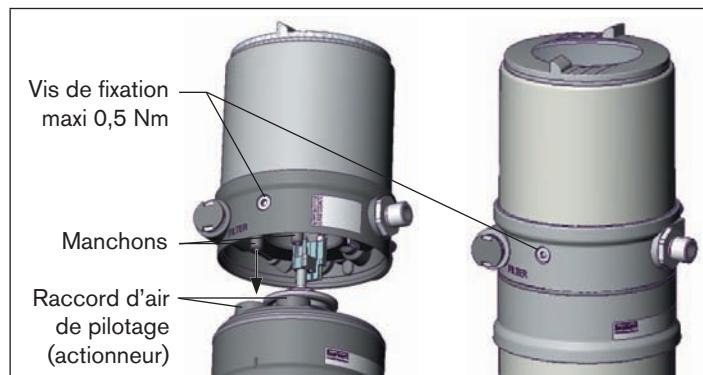

Fig. 15 : Monter l'unité de commande
2. que les manchons de l'unité de commande entrent dans les raccords d'air de l'actionneur (voir Fig. 15).